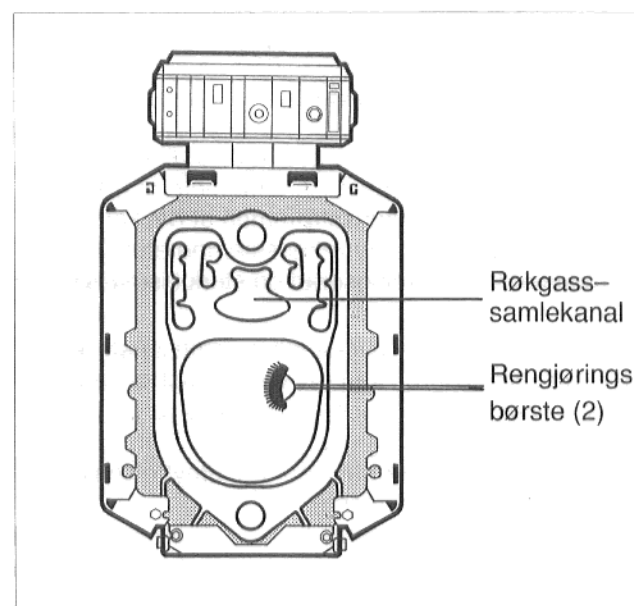

fig. 40
- Med rengjøringsbørste (2) (90°-vinkel) rengjøres brennkammeret og røkgassamlekanalen (fig. 40). Den sistnevnte rengjøres også ved å dreie rengjøringsbørsten (2) mellom elementene.